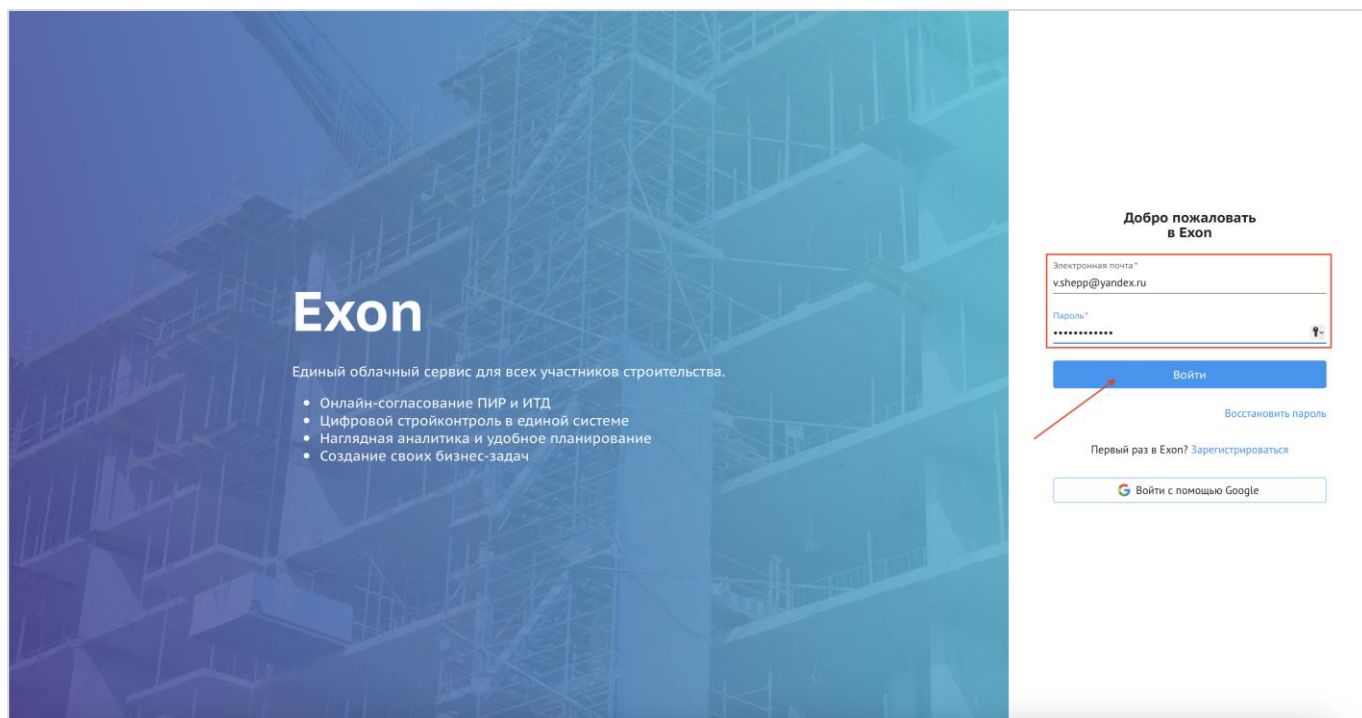

Рис. 5 – Вход в систему
6. Выполнить вход с зарегистрированного аккаунта (рис. 5);